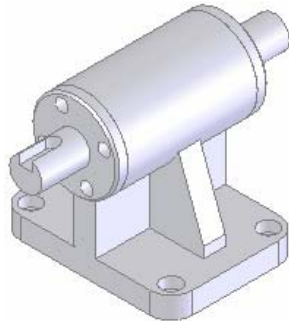

图 12-13 插入另一个法兰盘后的视图
⑪ 插入另一端法兰盘。重复步骤⑨~⑩，插入基座另一端的法兰盘，结果如图 12-13 所示。